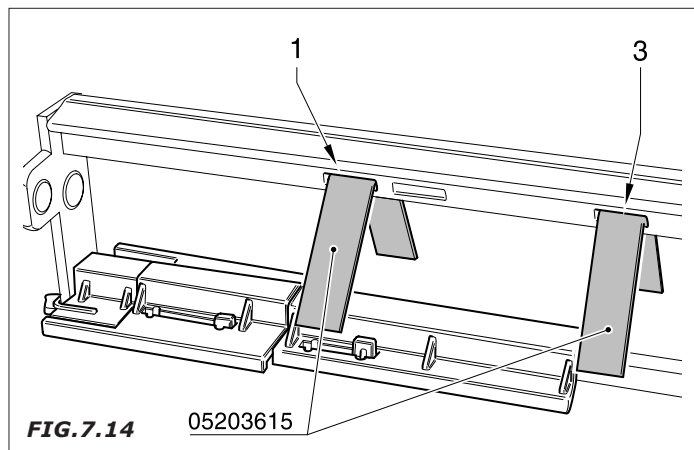

FIG. 7.14
- Introduzcan, según lo indicado en la *Fig.7.14*, los detalles 03133811 en la primera (1) y tercera (3) ranura presentes en el árbol.